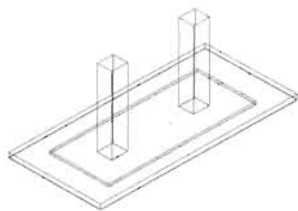

图 13-99
(5) 单击“修改”工具栏中的“复制”按钮,将上一步中创建的长方体向右侧复制一个,如图 13-99 所示,命令执行过程如下。